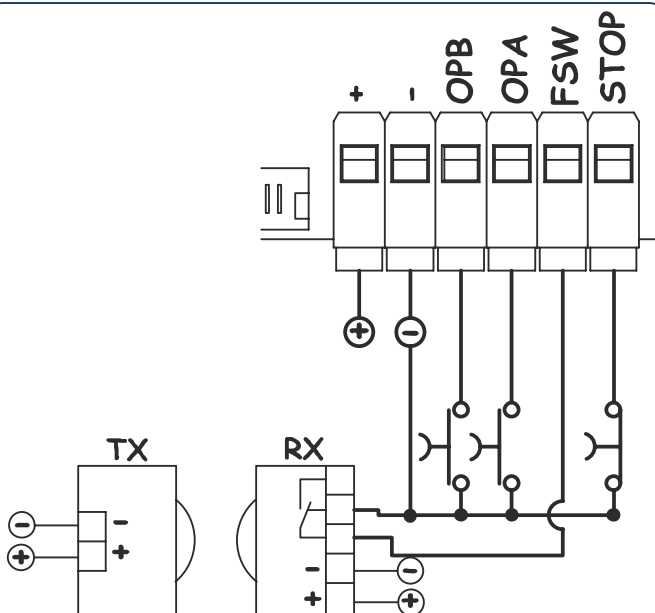

Fig. 2
5.2. MORSETTIERA CN2 (Fig. 2)	pag.3
5.2. MORSETTIERA CN2 (Fig. 2)